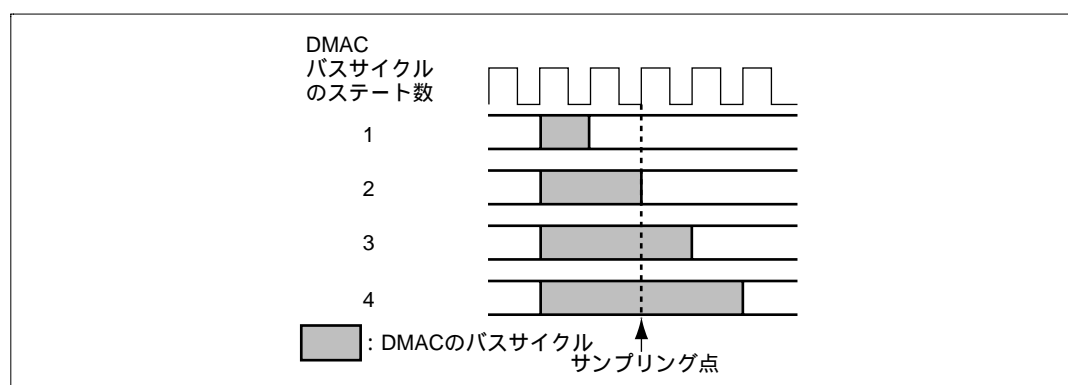

図 9.16 $\overline{\text{DREQ}}$ のサンプリング点
$\overline{\text{DREQ}}$ のサンプリングは図 9.16 のように DMA バスサイクルのステート数にかかわらず、DACK が出力される DMA バスサイクルの前のバスサイクル終了後 3 ステート目のクロック (CK) の立ち上がりエッジの直前で行います。